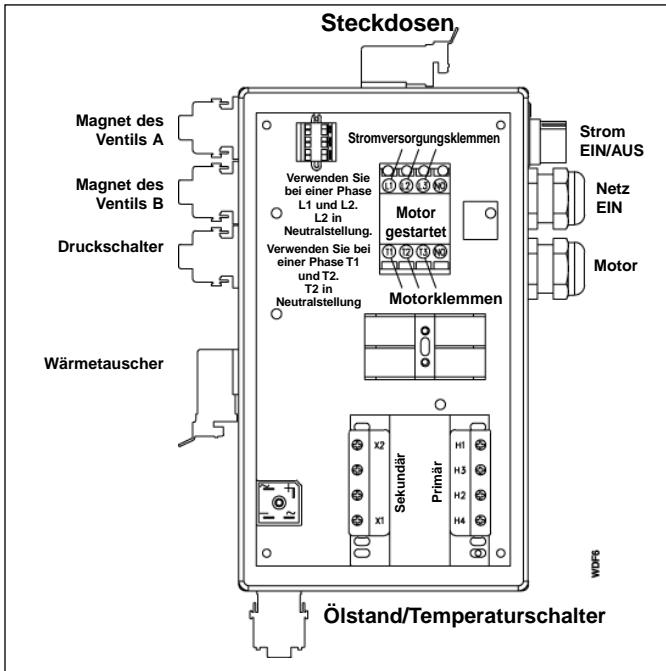

Abbildung 4, Verdrahtungsplan
Der Wärmetauscher, der Druckschalter, die Magneten (A) und (B) werden mit Steckverbindern geliefert, die mit den entsprechenden Steckern in dem Elektroschalschrank verbunden werden (Abbildung 4). Der Fußschalter wird mit der entsprechenden Steckdose verbunden.